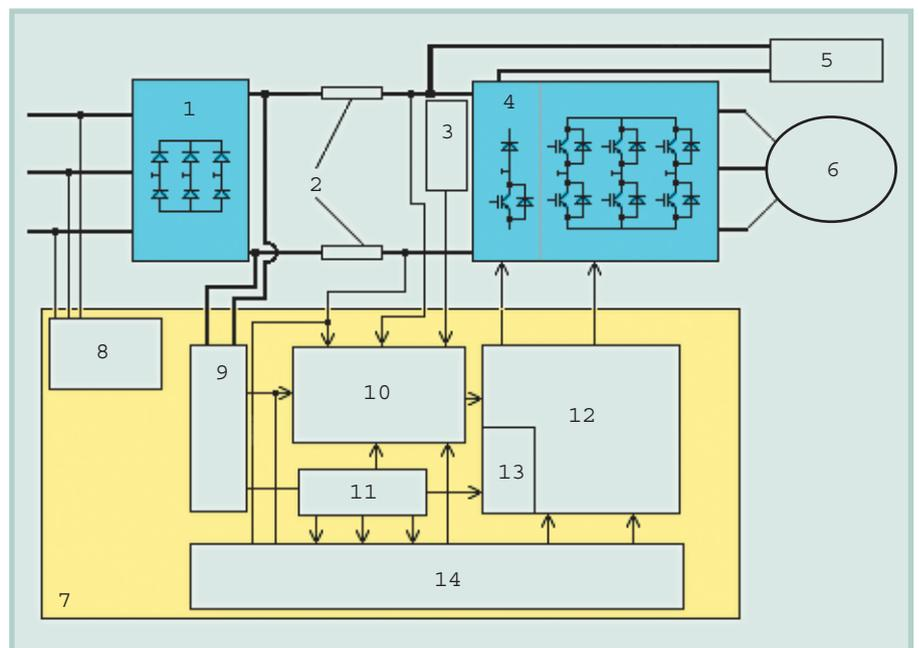

Рис. 8. Функциональная схема преобразователя частоты электропривода
Самым большим рынком для приборов силовой электроники является электропривод. На рис. 8 приведена классическая функциональная схема преобразователя частоты со звеном постоянного тока. Входное напряжение поступает на мостовой диодный выпрямитель (1), вход которого защищён ограничителями перенапряжений (8). К выходу выпрямителя подключаются фильтровая ёмкость шины постоянного тока со схемой «мягкого» заряда (9) и мостовой инвертор напряжения на IGBT (4), к выходу которого подключается нагрузка — двигатель переменного тока (6). В приводах малой и средней мощности к шине постоянного тока подключается схема торможения (5) и левая часть (4). Силовая часть преоб-
разователя содержит также датчики тока (2) и температуры (3). Схема управления содержит драйверы (12) для управления транзисторами инвертора и тормоза со схемами защит (10, 13), контроллер управления (14) и источники питания для собственных нужд (11). Так как силовая схема и часть системы управления (драйверы, датчики, схемы диагностики и защит) являются одинаковыми для большинства применений, естественным было желание объединить эти элементы в единый конструктив — интеллектуальный силовой модуль. Появление МОП-управляемых приборов, требующих малых мощностей управления, а также высокая стойкость IGBT к перегрузкам и лёгкость управления ими в аварийных режимах позволили объединить в едином корпусе и силовую часть преобразователя (4), и/без (1), и схемы драйверов, диагностики и защит (10), (12), (13) из рис. 8.